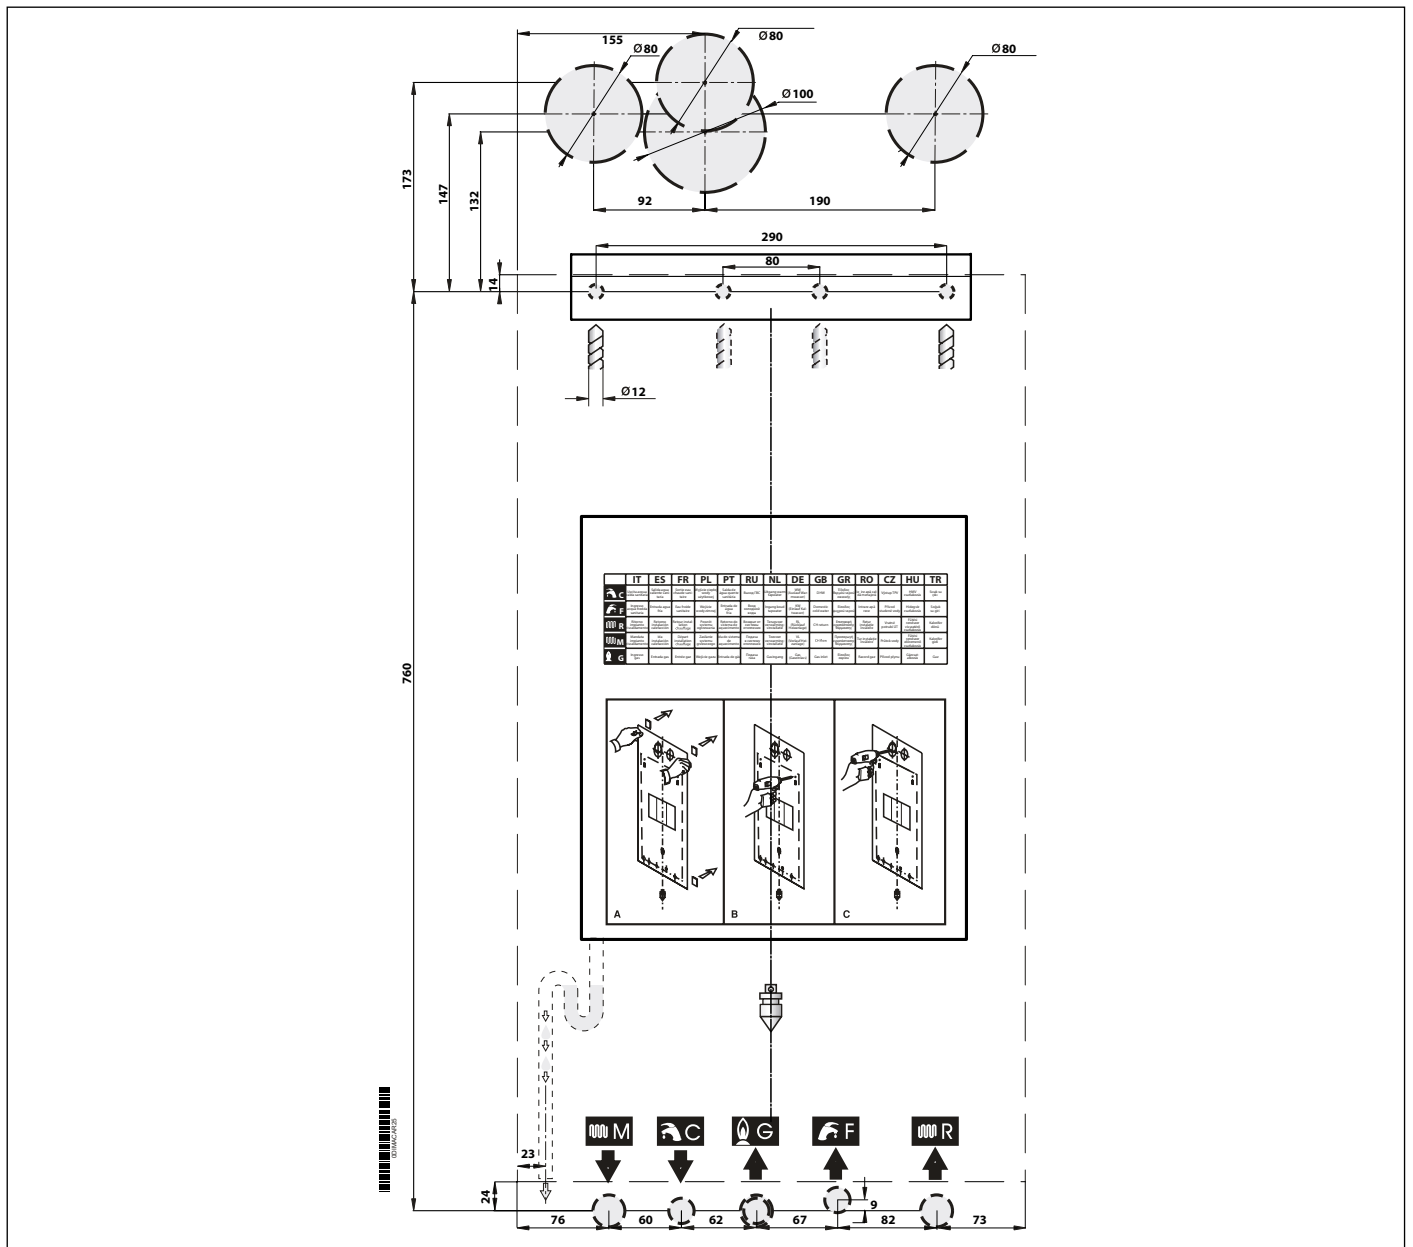

Abb. 7 Papierschablone
- Die Schablone für die Wandbefestigung des Kessels (siehe Abb. 7 Papierschablone);
Jedes Gerät ist mit einer entsprechenden Papierschablone ausgestattet, die in der Verpackung enthalten ist (siehe Abb. 7 Papierschablone). Diese Schablone ermöglicht das Verlegen der Rohrleitungen für den Anschluss an die Heizungsanlage, das Sanitärwasser, das Gasnetz und an die Luftansaug-/Abgasführungsleitungen bei der Herstellung der hydraulischen Anlage und vor der Installation des Kessels.